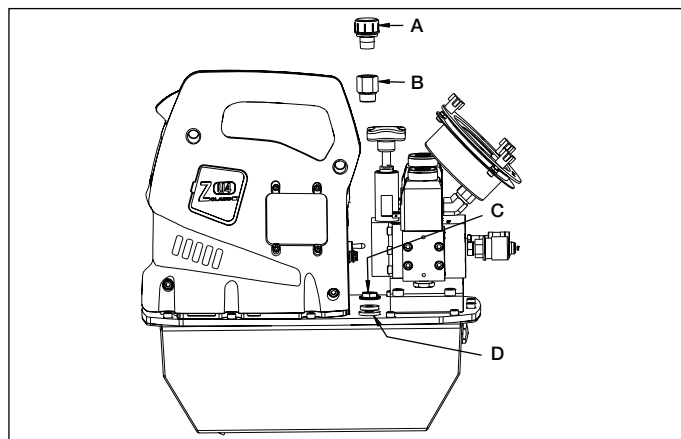
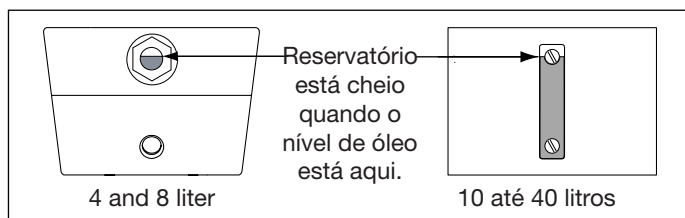

Figura 2, ZU4 - Instalação do Respiro
Figura 4, Visor de Vidro
### 4.1 Tampa de Respiro do Reservatório (ver Figura 2)
Verifique o nível de óleo da bomba antes de acionar a bomba, se necessário adicione óleo, removendo o bujão SAE #10 da tampa do reservatório (ver Figura 2). O reservatório está cheio quando o nível de óleo está conforme mostrado na Figura 4.
6. Encha o reservatório com óleo hidráulico Enerpac limpo. O reservatório está cheio quando o nível de óleo está conforme mostrado na Figura 4.